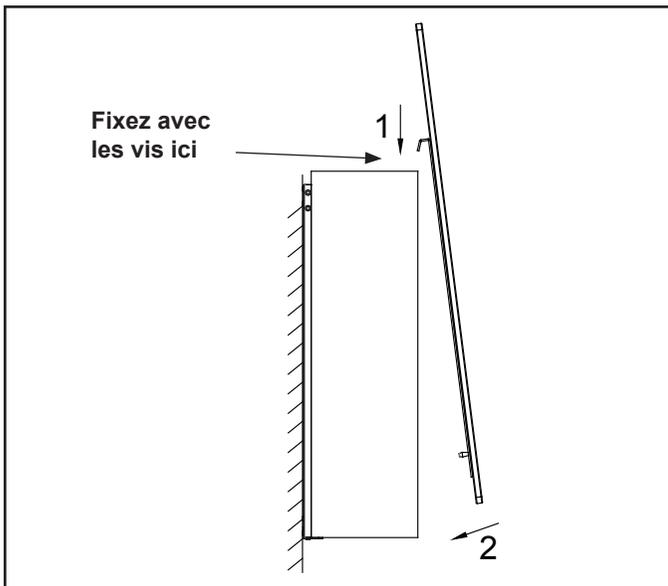

Figure 4.14 Fixer la façade à l'appareil
- Installez la façade vitrée tel qu'illustré à la figure 4.14. Orientez la façade afin que le raccord d'éclairage DEL fasse face au plancher.
- Fixez la façade vitrée à l'appareil à l'aide de deux vis M4x8 fournies que vous placerez à travers les deux supports de fixation de la façade vitrée. Voir la figure 4.14.